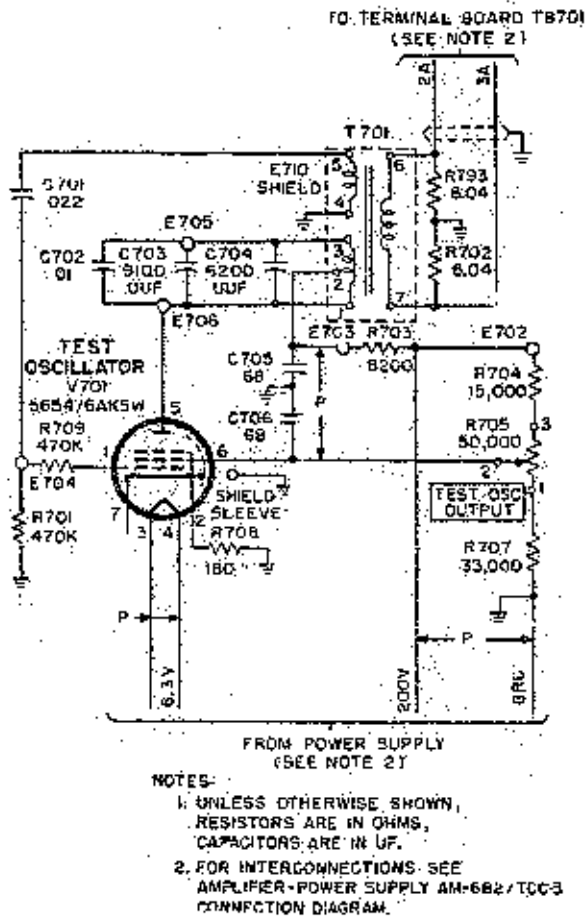

Fig. 39 Circuiti dell'oscillatore di prova.
b) Circuiti dell'oscillatore (fig.39)